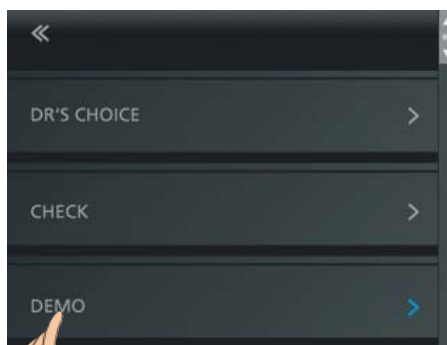

Fig. 36 Sélectionnez DÉMO
- Entrez dans le menu Réglages et sélectionnez l'option DÉMO (Fig. 36).